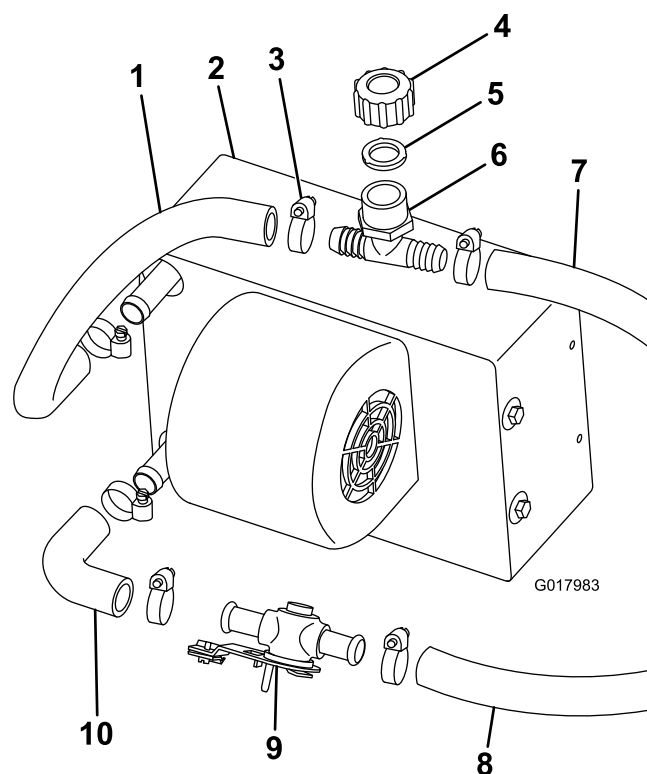

図 20
1. ヒーターアセンブリの下側フィッティングにエルボホースをクランプで取り付ける図 20。
2. ホースクランプを使って、ヒーターバルブをエルボホースに取り付ける図 20。
3. ホース $\frac{5}{8}$ " = 15 mmを、36 cm の長さに切断し、それをヒーターアセンブリの上部フィッティングにホースクランプで固定する図 20。
4. ホースクランプを使って、補給口、ガスケット、キャップを、上部ヒーターホースに取り付ける 図 20。